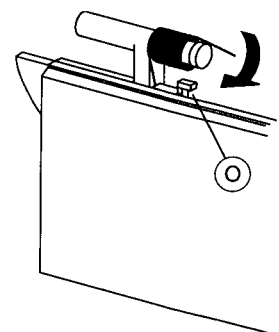

Fig. 2
- Drehfeder auf den rechten Achsstift der Cassettenklappe stecken, mit einer Umdrehung in Pfeilrichtung spannen und an der Rastnase (O) einhängen (Fig. 2).
- Put the torsion spring onto the right end of the hinge pin of the cassette flap, rotate it by one turn as shown by the arrow and hook it onto the locking lug (O) (Fig. 2).